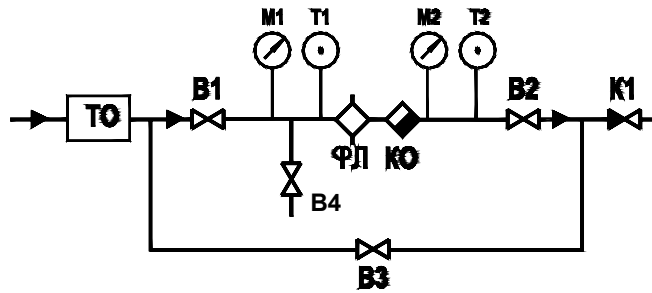

Рисунок 3
7.2. Схема установки К/О изображена на рис. 3,4,5.
В ряде случаев, возможно, произвести обвязку по более упрощенной схеме при этом можно исключить манометр М2, термометр Т2 и вентиль точной регулировки (см. рис. 3).
8.1. **ВНИМАНИЕ.** Перед пуском К/О (см. рис. 3):
8.4. Если К/О пропускает только пар, а не конденсат, что будет заметно по отсутствию перепада температур между термометрами Т1 и Т2 (см. рис. 3), то необходимо убедиться в заполнении К/О конденсатом, а также в исправности К/О.
9.2. Периодический осмотр производить один раз в неделю. При этом проверить стабильность истечения пароконденсатной смеси, открывая задвижку В4 (рис. 3).